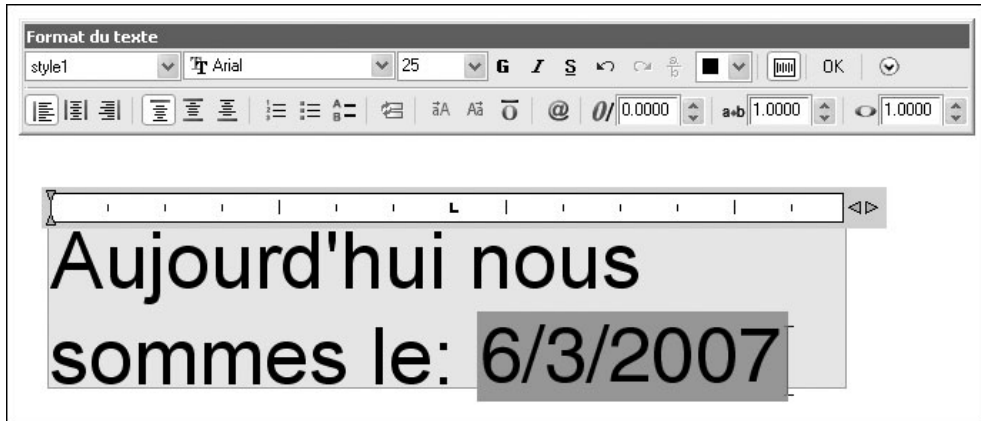

Fig.12.39
- 5 Sélectionner un format et toute autre option. Par exemple : M/d/yyyy (fig.12.39).